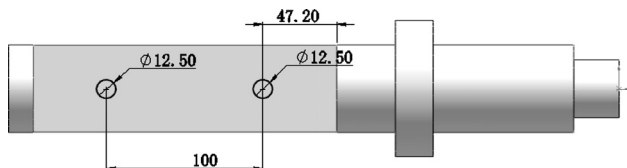

图 11-42 绘制草图 3
**05** 绘制草图。单击“草图”控制面板中的“圆”按钮, 绘制草图；单击“草图”控制面板中的“智能尺寸”按钮, 标注草图尺寸，结果如图 11-42 所示。